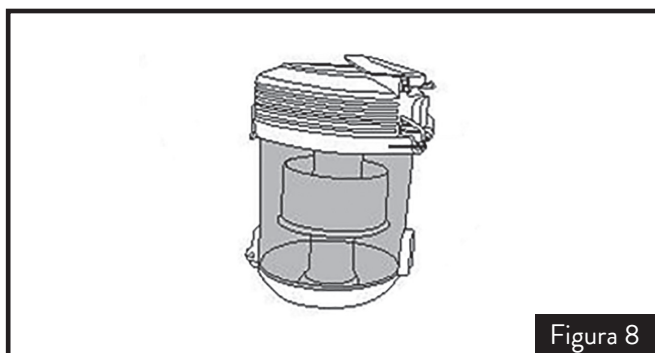

Figura 8
2. Retire el recipiente para la basura de la aspiradora (figura 8).